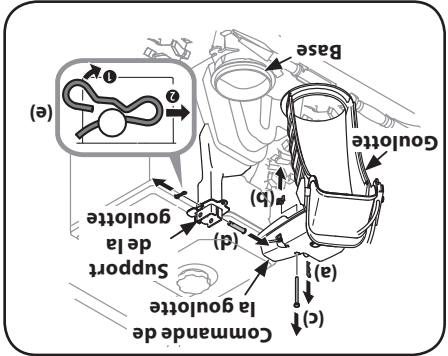

Figure 2-15
1. Retirez la goupille fendue (a), l'écrou à oreilles (b) et la vis hex. (c) qui se trouvent sur la commande de la goulotte ainsi que la goupille fendue (e) et l'axe de chape (d) sur le support de la goulotte. Voir la Figure 2-15.